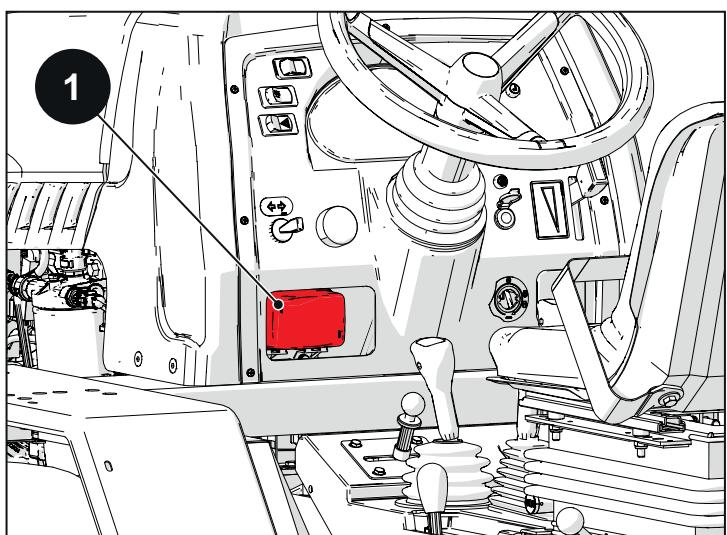

Abb. 6.53
Sicherungsfunktionen (1), Abb. 6.53: